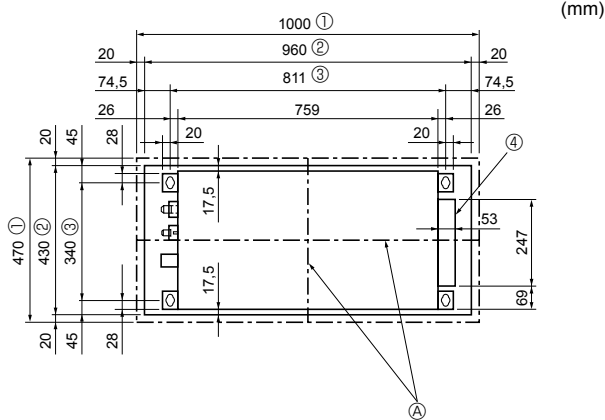

Fig. 2-3
2.3. Posizione delle aperture a soffitto e dei bulloni di sospensione (Fig. 2-3)